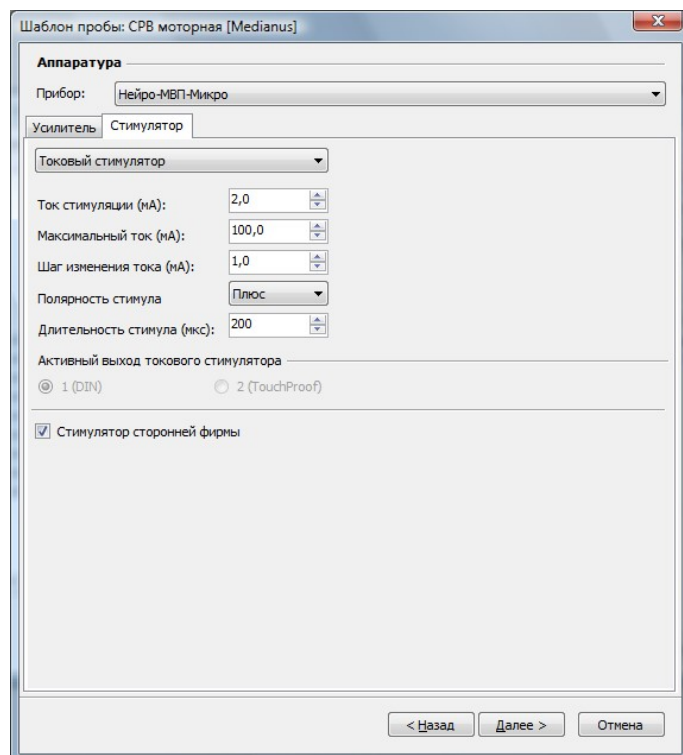

Рис. 10. Окно настройки запуска регистрации от внешнего стимулятора
3. Запустите программу «Нейро-МВП.NET», выполните команду меню **Настройка|Шаблоны проб|Настройка**, выберите необходимый шаблон пробы, нажмите кнопку «Изменить» и на странице «Аппаратура|Стимулятор» установите флажок «Стимулятор сторонней фирмы» (рис. 10). Этот шаг достаточно выполнить один раз для каждого шаблона, где планируется использовать внешний стимулятор. Если вы не желаете менять шаблон, то следует создать пробу и сделать аналогичные настройки в ней.
Обратите внимание, что флажок «Стимулятор сторонней фирмы» (рис. 10) должен быть сброшен (очищен)!